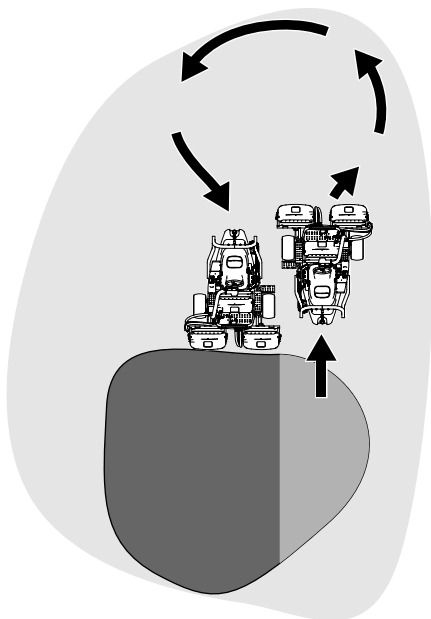

Figura 24
- Per ridurre i tempi operativi e facilitare l'allineamento per la passata successiva, sterzate momentaneamente la macchina nella direzione opposta, quindi sterzatela nella direzione della porzione non tagliata. Questo movimento delinea una curva a goccia (Figura 24) che allinea rapidamente la macchina per la passata successiva.